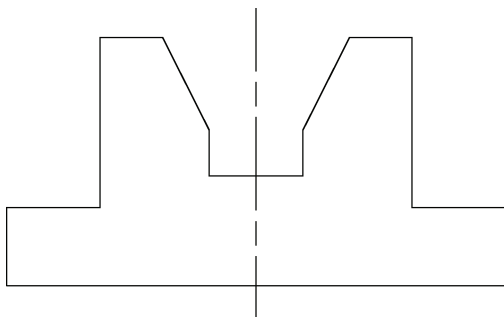

图 2-10 最终图
3) 至此，该图形绘制完成，再按〈Ctrl+S〉组合键保存该文件。结果如图 2-10 所示。